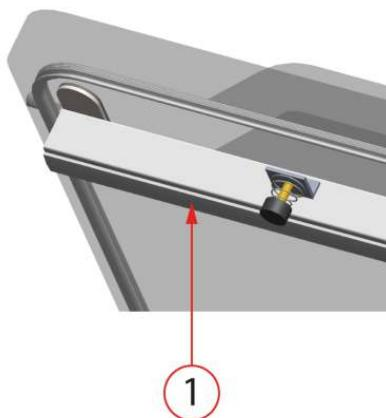

Abbildung 7: Austausch des Silikongummis der Silikonhalter
1. Ziehen Sie das alte Silikongummi vom Halter ab, vgl. Abbildung 7: Austausch des Silikongummis der Silikonhalter auf Seite 57.